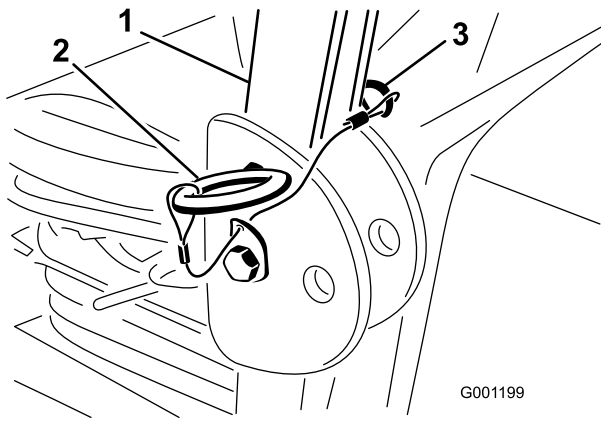

Figura 14
1. Con la barra antivuelco en la posición elevada, retire las chavetas y los 2 pasadores (Figura 14).